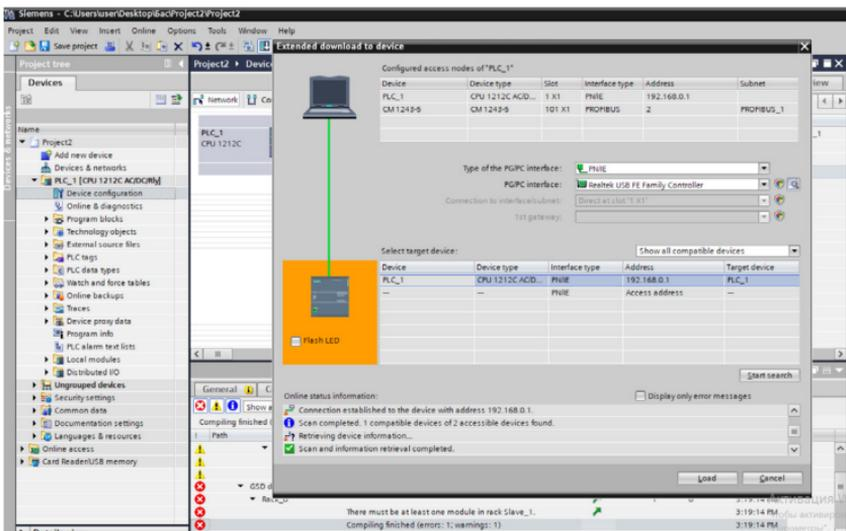

Рисунок 4.16 – Подключение к ПЛК
11) В столбце Device появится «PLC\_1», после чего нажмите кнопку «Load» (рисунок 4.16), после загрузки нажать «Finish».